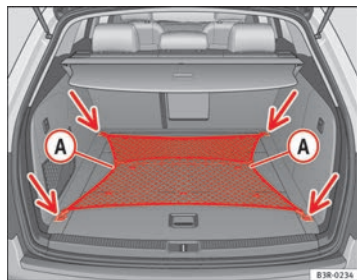

Fig. 118 Red para equipaje extendida
- Fije la red para equipaje a las cuatro argollas -flechas- → fig. 118.